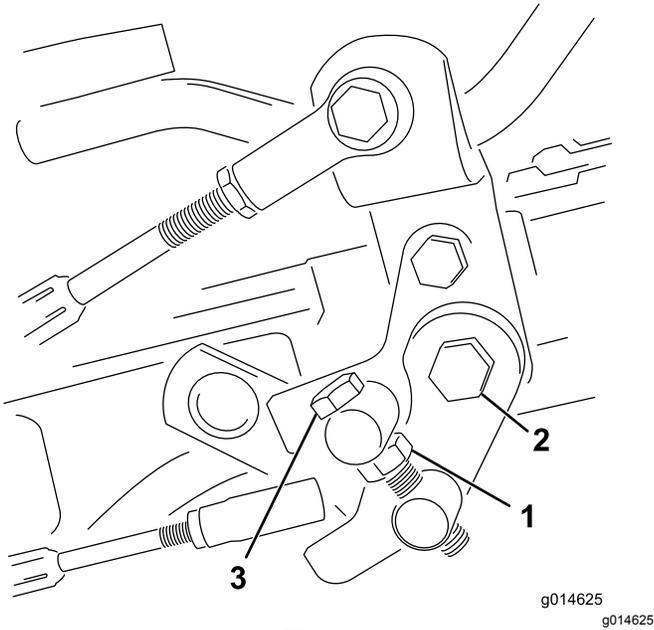

图39
1. 松开枢轴螺栓上的锁紧螺母图39。
4. 上紧枢轴螺栓上的锁紧螺母和踏板枢轴上的螺母锁定调整图39。检查调整情况并按需要调整。